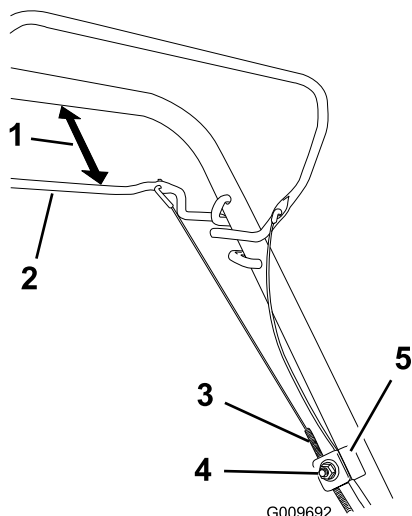

Figure 48
1. Desserrez l'écrou du support de câble (Figure 48).
2. Maintenez la barre de commande d'autopropulsion à une distance de 25 à 38 mm du guidon (Figure 48).
3. Tirez la gaine du câble vers le bas (vers la machine) pour éliminer le mou du câble (Figure 48).